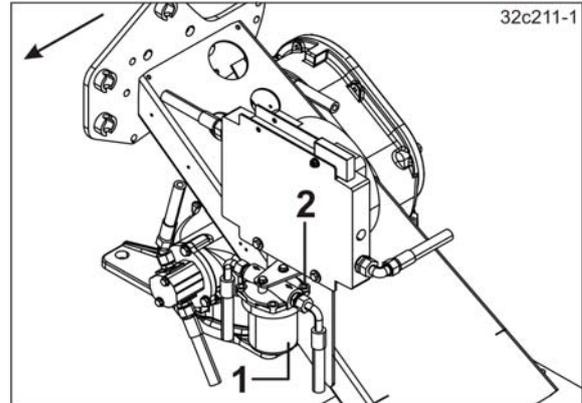

Fig. 181
1. Déposer le carter du filtre à huile (Fig. 181/1).
- 1.1 Desserrer les vis (Fig. 181/2).